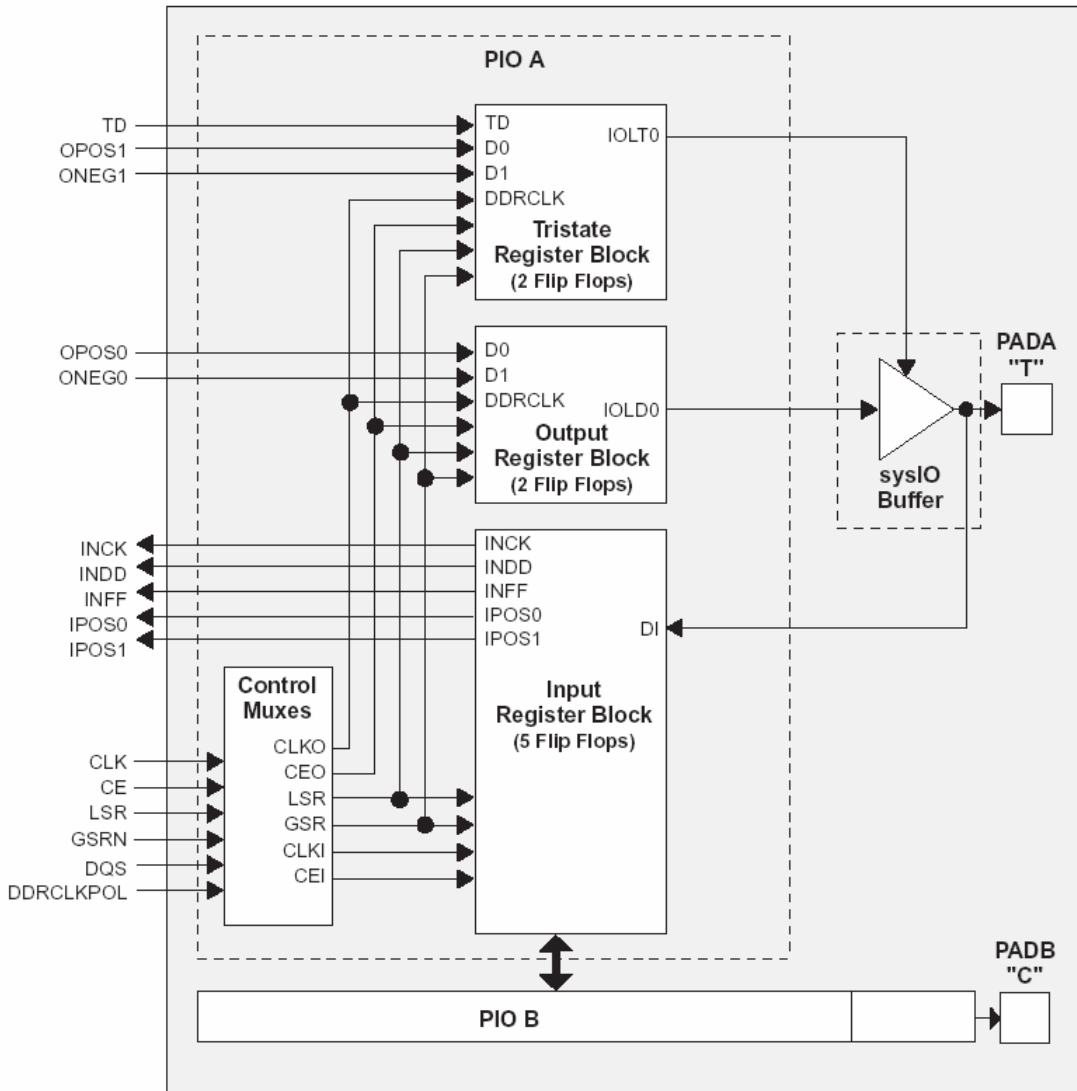

图9 PIC 结构图
每个 PIC 含有两个连接至相关 sysIO 缓冲器的 PIO，再连至 PAD，如图 9 所示。PIO 块提供输出数据 (DO) 和三态控制信号 (TO) 至 sysIO 缓冲器，接收输入数据亦来自缓冲器。